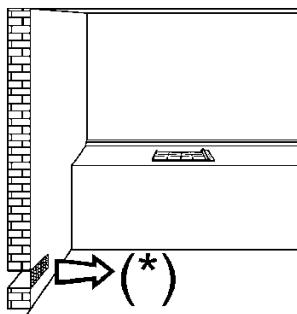
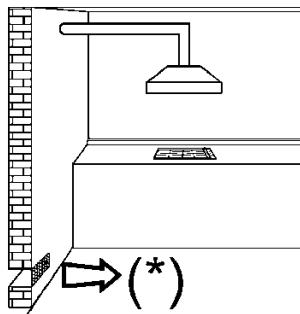
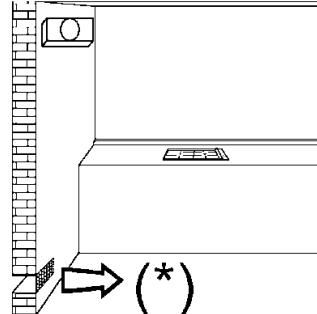

FIG. 3
FIG. 4
FIG. 5
*l'utilisation d'un appareil de cuisson au gaz produit de la chaleur et de l'humidité dans la pièce où il est installé. Il est donc nécessaire d'assurer une bonne aération de la pièce en veillant à ne pas obstruer les ouvertures pour la ventilation naturelle (fig. 3) et en mettant en marche le dispositif mécanique d'aération (hotte aspirante ou électro-ventilateur fig. 4 et fig. 5).*
Le local où est installé l'appareil doit être ventilé en permanence pour garantir le bon fonctionnement de l'appareil. La quantité d'air nécessaire est celle utilisée par la combustion des gaz et par la ventilation de la pièce dont le volume devra être au moins de 20 m3. L'aération naturelle directe doit être assurée par des ouvertures permanentes d'une section minimum de 100 cm2 (voir fig. 3) aménagées sur les parois extérieures de la pièce. Il ne doit pas être possible d'obstruer ces ouvertures. L'aération indirecte est également admise en prélevant l'air d'un local adjacent. Dans ce cas respecter formellement les normes en vigueur.
Les tables de cuisson doivent toujours évacuer les produits de la combustion dans des hottes reliées à des conduits ou débouchant directement à l'extérieur (voir fig. 4). Lorsqu'il n'est pas possible de monter une hotte, vous pouvez utiliser un ventilateur installé sur la fenêtre ou sur une paroi donnant vers l'extérieur, dans le respect des normes en vigueur sur l'aération de la pièce. Ce dispositif sera mis en marche en même temps que l'appareil (voir fig. 5).